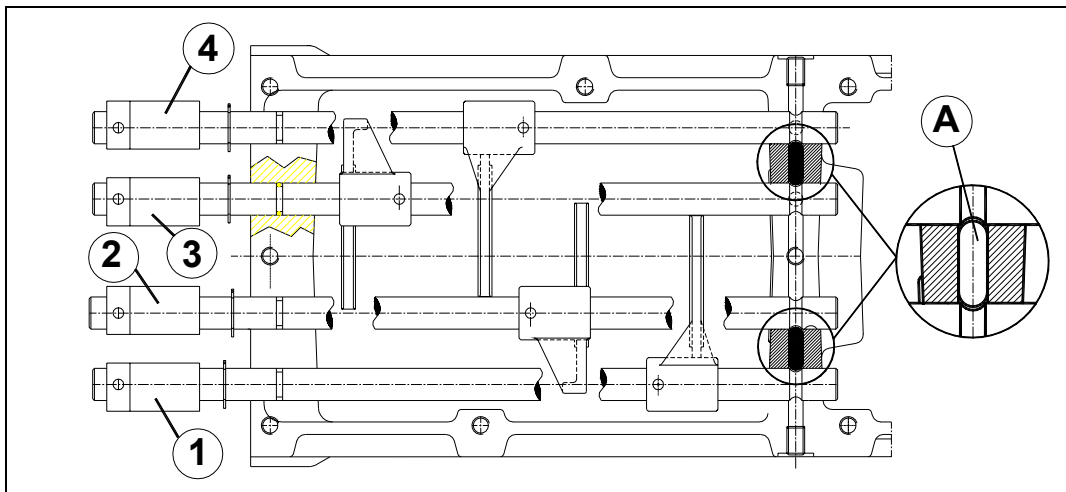

Fig.5.6
Per poter riconoscere le varie aste (cambio e riduttore) tra loro, se non si fossero segnate durante lo smontaggio, disporre le aste una a fianco all'altra nella loro corretta posizione di montaggio ossia con le fresature per le sfere di blocco sopra e verificare che risultino come nella Fig.5.6.
Ricordiamo che all'interno della fusione del cambio sono presenti due spine di acciaio (A) che hanno il compito di impedire il movimento delle restanti aste una volta inserita una marcia, vedi Fig.5.6.